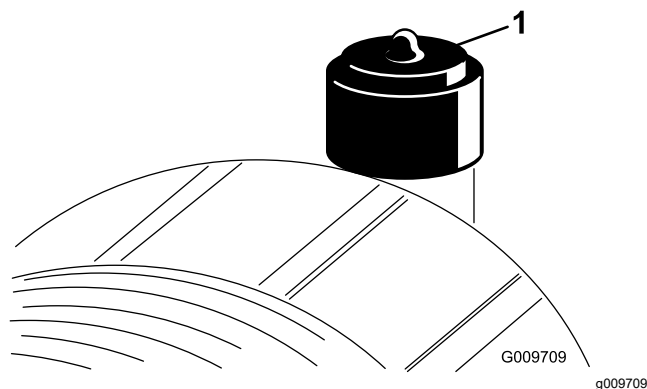

Рисунок 82
Фильтр воздухоочистителя следует обслуживать только при соответствующих показаниях индикатора необходимости технического обслуживания (Рисунок 82). Более частая замена воздушного фильтра (без необходимости) ведет лишь к повышению вероятности попадания грязи в двигатель при снятии фильтра.
2. Сбросьте индикатор (Рисунок 82), если он стал красным.